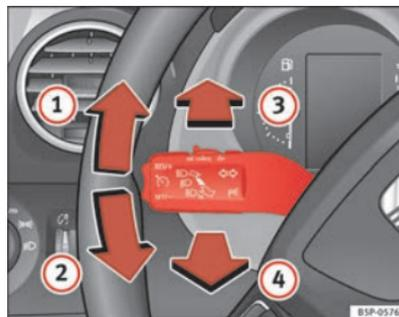

Fig. 76 Leva degli indicatori di direzione e degli abbaglianti
- Spingere la leva verso l'alto (fino al riscontro) ⇒ fig. 76 **1** se si vuole mettere la freccia **a destra**; verso il basso **2** invece, per mettere la freccia **a sinistra**. ▶
- Se sono attivati gli anabbaglianti, spostare la leva in avanti ⇒ pag. 127, fig. 76 **3** per accendere gli abbaglianti.
- Spostare la leva verso il volante ⇒ pag. 127, fig. 76 **4** per spegnere gli abbaglianti.